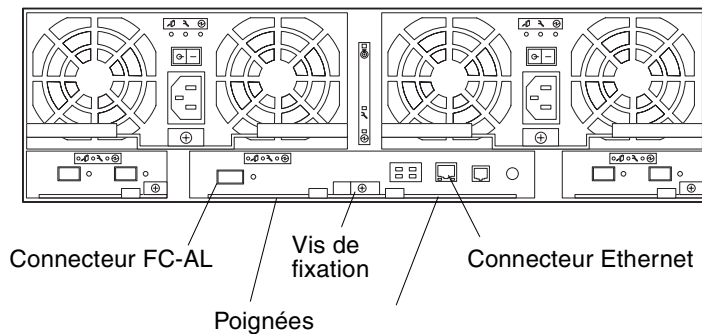

FIGURE 6-14 Carte contrôleur
5. **Desserrez la vis de fixation cruciforme pour déverrouiller les poignées de la carte (FIGURE 6-14).**